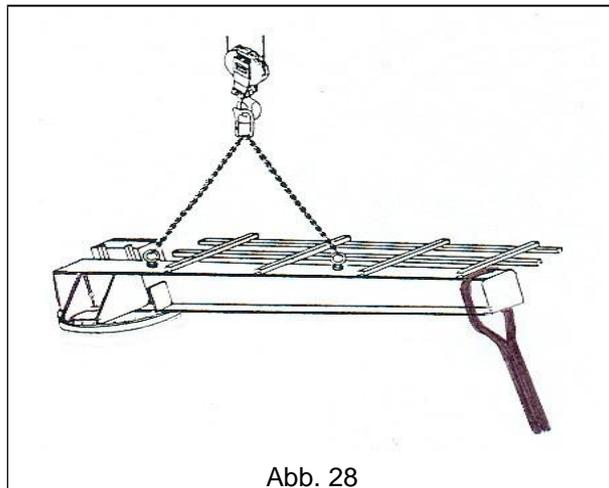

Abb. 28
3. Schwankungen und Schaukelbewegungen vermeiden und, falls nötig, das Gleichgewicht mithilfe eines am Auslegerende befestigten Seils halten. (Abb. 28)